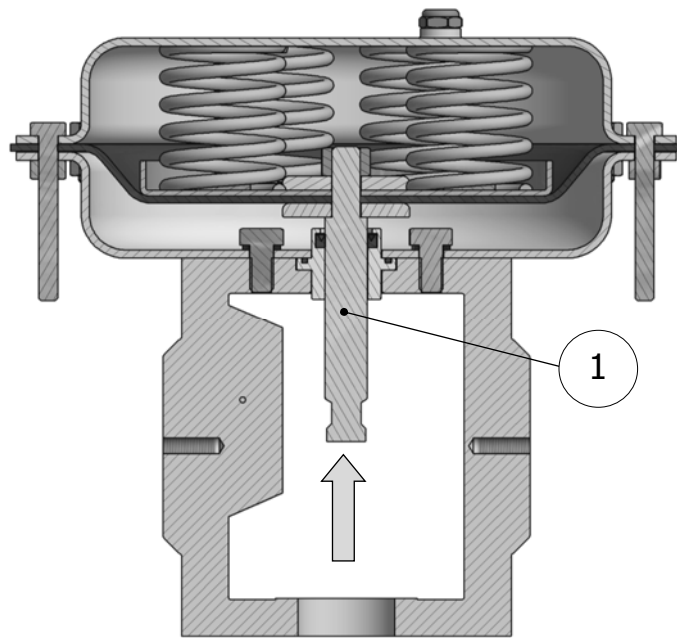

Fig. 8 Actuador de acción inversa
En el caso del actuador de acción inversa, el aumento de la señal de control hace volver a entrar el vástago (1) (Fig. 8 y 10)